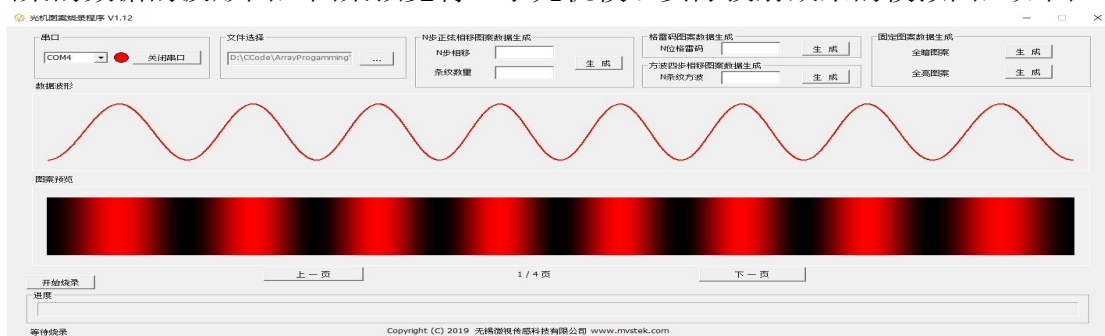

图 4.4
(3) 点击文件选择按钮，选择需要烧录的文件，选择成功后，数据波形将显示烧录图案的数据的波形图，图案预览将显示光机模组实际投射效果的模拟图，如图 4.4；